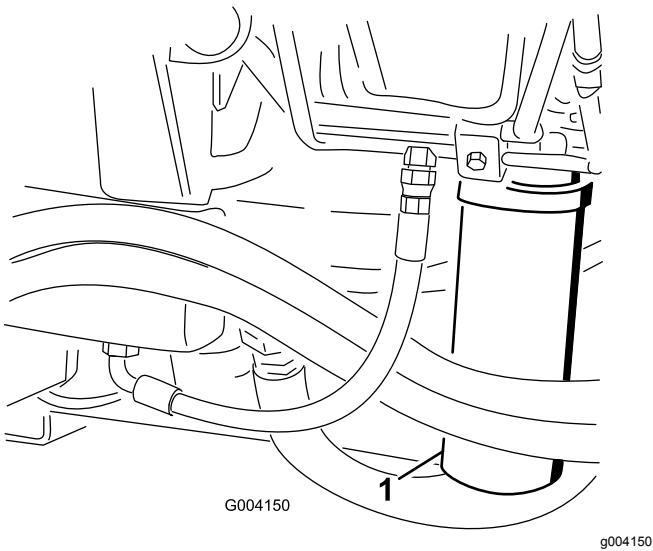

Figura 89
2. Limpie la zona alrededor de la zona de montaje del filtro y coloque un recipiente debajo del filtro (Figura 88 y Figura 89).